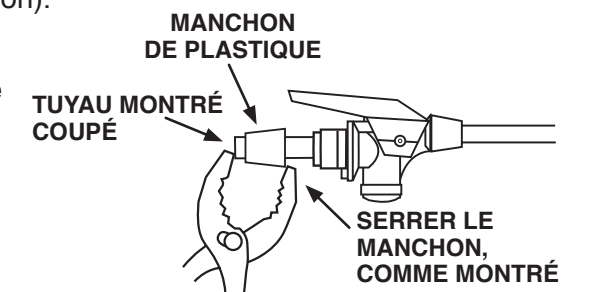

FIGURE 9
- Si la fuite est causée par un tuyau fissuré ou endommagé, couper derrière le manchon, enlever le manchon avec des pinces, comme montré, et couper le reste du tuyau de sur le raccord de tuyau de la tête de la vanne (figure 9).